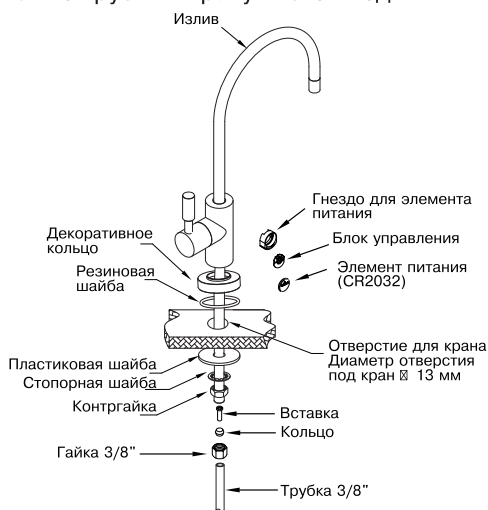
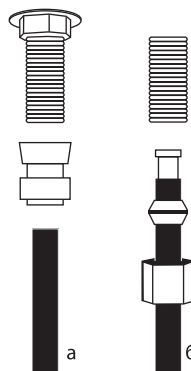

Рис. 8
Рис. 9
Монтаж крана чистой воды производите согласно **рис. 8**. В комплекте с краном чистой воды может поставляться набор деталей для осуществления соединения с трубкой, либо кран чистой воды может иметь в своем составе быстроразъемный коннектор. На **рис. 9а, б** приведены возможные способы подключения синей трубки к крану чистой воды.
12. После заполнения бака (вы услышите, что вода больше не течет в дренаж и насос (если есть) не работает) откройте кран чистой воды (A) и дождитесь, пока вся вода не вытечет.
13. Закройте кран чистой воды (A). Дайте баку наполниться во второй раз. Этот процесс займет около 2 часов. Затем слейте воду из бака.
17. Убедитесь в отсутствии протечки внизу корпуса крана чистой воды, зажмите гайку крана (**рис. 8**).